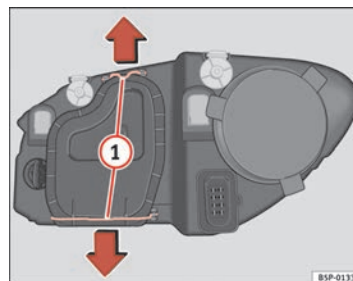

Abb. 185 Abblendlicht
- Die Streben ⇒ Seite 284, Abb. 185 ① in Pfeilrichtung verschieben und den Deckel abnehmen.